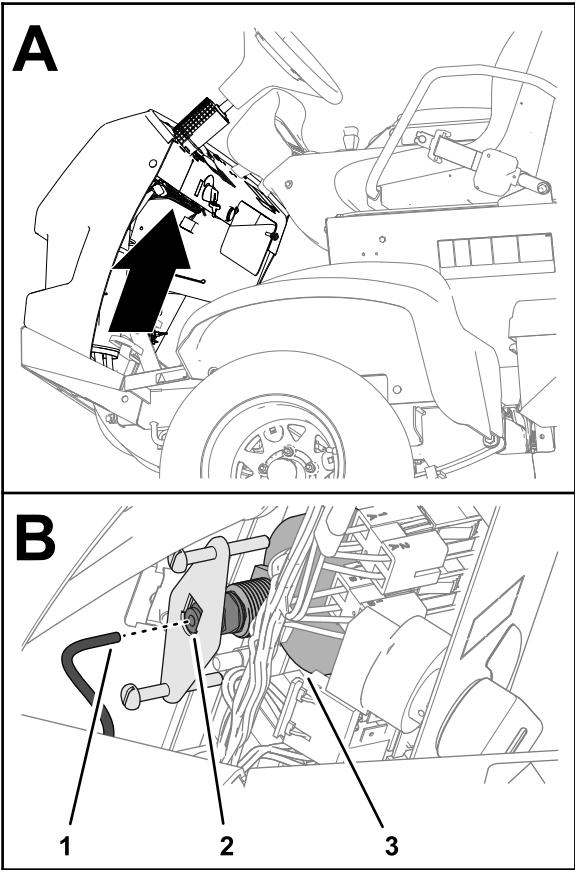

Рисунок 127
5. Отсоедините трубку от задней части манометра и поместите конец трубы в емкость (Рисунок 127).